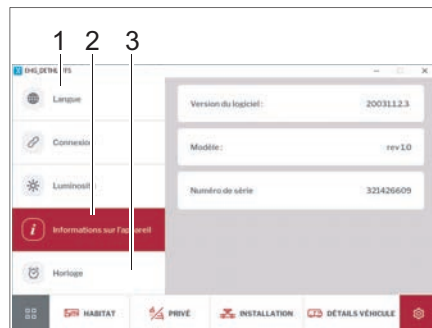

Fig. 267 Langue, Informations sur l'appareil, Heure
- Appuyer sur la touche *Langue* (Fig. 267,1) et régler la langue de l'écran souhaitée.
- Appuyer sur la touche *Heure* (Fig. 267,3) et régler l'heure de l'écran souhaitée.
- Appuyer sur la touche *Informations sur l'appareil* (Fig. 267,2). Des informations sur l'appareil (version du logiciel, modèle et numéro de série) s'affichent.